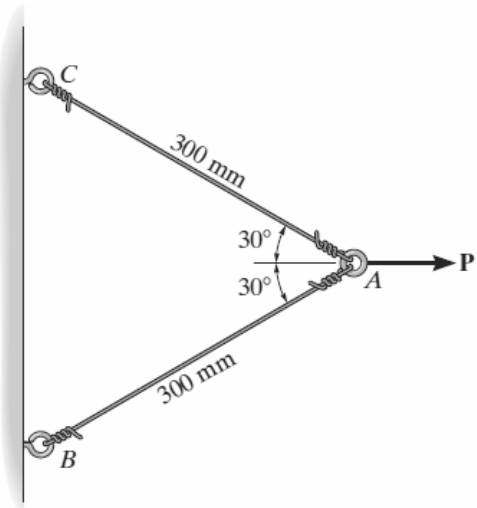

Figura 2.19
2.3.3 A argola A da Figura 2.19 está ligada por dois cabos ($d=4\text{mm}$) e sofre um deslocamento horizontal de 2mm devido a força P. Determine a tensão normal em cada cabo. Considere $E=120\text{GPa}$. R: $\sigma=693,48 \text{ MPa}$